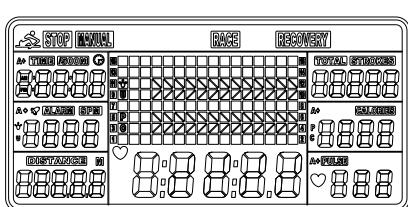

Fig. 1
1. Installer les piles 2PCS AA (incluses) et l'ordinateur émet un bip pendant 2 secondes (Fig. 1).